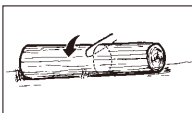

Fig. 13A
1. Stock med stöd hela längden: Kapa från ovansidan och var försiktig för att undvika skärning i marken (Fig. 13A).